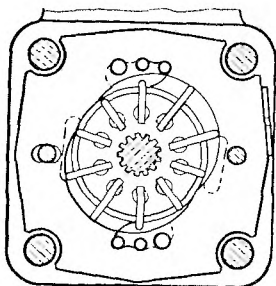

Рис. 96. Насос гидро-усилителя:
**Разборка и проверка насоса.** Перед разборкой насос (рис. 96) снять с автомобиля, слить масло, очистить и промыть наружную поверхность насоса.